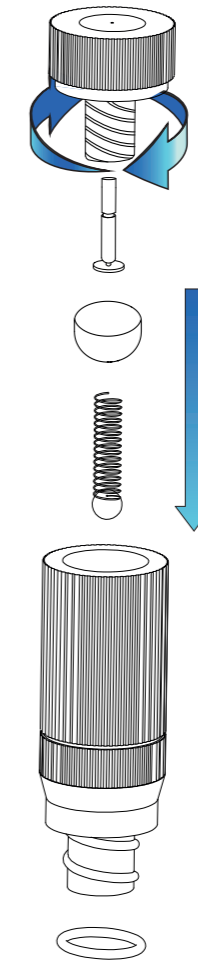

Fig. 52. Montar la boquilla en el soporte de boquilla.
- Montar los componentes en el interior del adaptador y cerrar el cuerpo de la boquilla. No olvidar ningún componente y apretarlos correctamente. (Fig.52)